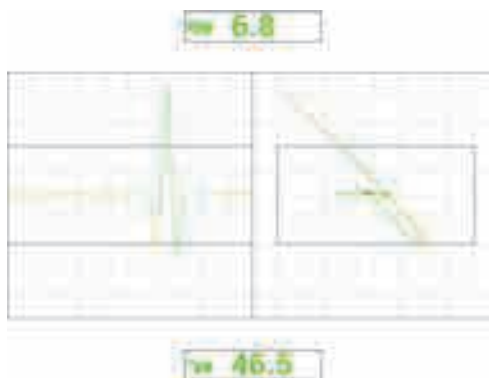

Рис. 5-17 Полноэкранный режим для точной настройки параметров
3. Нажмите клавишу FULL NEXT () для переключения на полноэкранный режим, затем поместите преобразователь в дефектное отверстие. Полученные результаты должны быть аналогичны снимку на Рис. 5-17 на стр. 139. Перечень всех параметров для алюминия представлен на Рис. 5-18 на стр. 139.